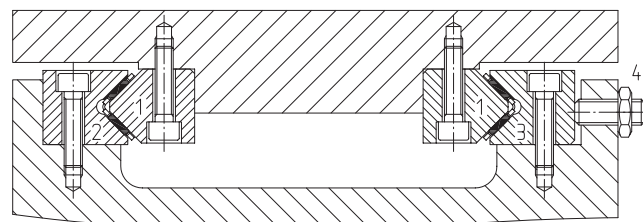
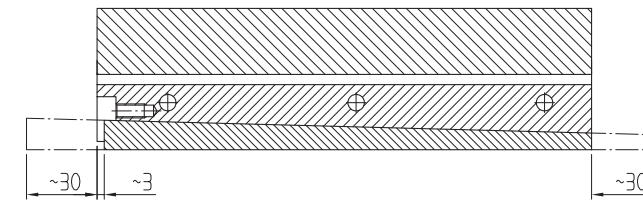

Bild 27. Vorspannung.
Bild 29. Einschieben und Kürzen des Zustellkeils
Zustellschiene (3) mit Druckschrauben (4) (Bild 27) (bei ML-Schienen mit Keil) (Bild 29 bis 31) vorspannen).
Wird die Vorspannkraft über Führungsschienen mit Zustellkeil Typ ML eingestellt, so ist wie folgt vorzugehen: Zustellkeil unter die ML-Schiene schieben und Führung spielfrei einstellen (Bild 29).
Den ungehärteten Keil auf der Zustellseite der Schiene so kürzen, dass er ca. 3 mm gegenüber der Stirnseite der Schiene zurücksteht (Bild 29). Auf der gegenüberliegenden Seite den Keil bündig mit dem Schienenende kürzen.